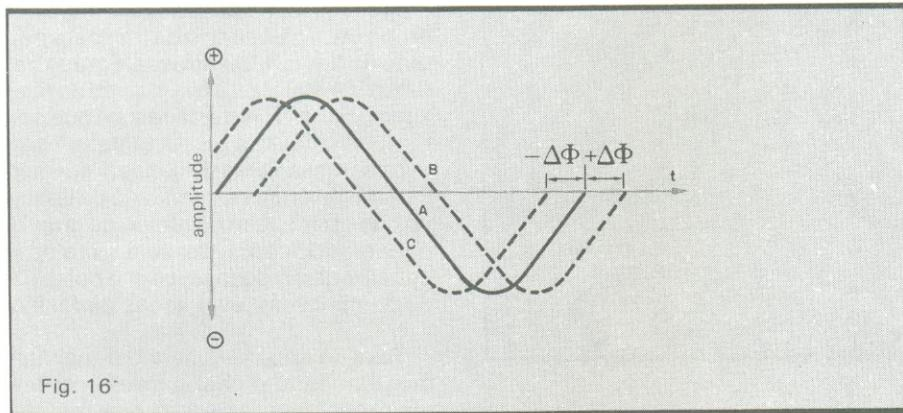

Fig. 16
- se o meio é indutivo, o sinal aparece na saída com a fase adiantada em relação à entrada (curva B da fig. 16);
- se o meio é capacitivo, o sinal aparece na saída com a fase atrasada em relação à entrada (curva C da fig. 16).
**Desvio de fase** — O desvio de fase (*phase jitter*) é uma variação constante da fase do sinal da portadora, no instante em que esta cruza o eixo zero (fig. 16). Esse desvio é provocado pelo sinal interferente, com ruído e sinais de baixa freqüência, de 20 a 300 Hz, presentes no meio analógico, principalmente os 60 Hz da rede e seus harmônicos.